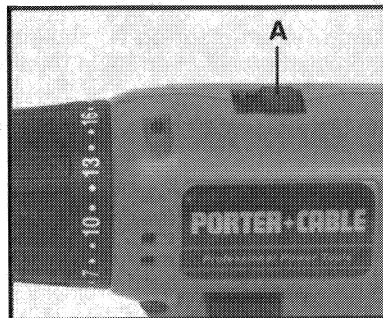

Fig. 4
La foreuse/visseuse autonome à batterie modèle 874 possède un changement de vitesse à deux vitesses qui produit une gamme de vitesse du mandrin qui va approximativement: de 0 - 400 RPM (VITESSE BASSE) à 0 - 1450 RPM (VITESSE ÉLEVÉE). Pour changer de registre de vitesse: relâchez l'interrupteur de la gâchette pour arrêter le moteur en ensuite faites passer le sélecteur de vitesse (A) Fig. 4 vers l'arrière pour choisir une vitesse ÉLEVÉE ou vers l'avant pour choisir une vitesse BASSE.